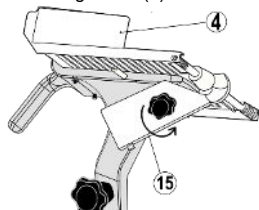

FIG 4. LIBERAR PISÓN
1. Coloque el producto a cortar sobre el carro (4). Use productos a temperaturas mayores a 2°C preferentemente (36°F). Esta máquina no está diseñada para rebanar carne congelada y/o con hueso.
2. Libere el pisón (15) de la parte inferior de carro (4). Ahora, mueva el pisón hacia el lado superior de la barra, **–NO FORZAR ESTA OPERACIÓN–** después gire el pisón en sentido anti horario hacia su posición por encima del carro cargador. (Fig. 4)